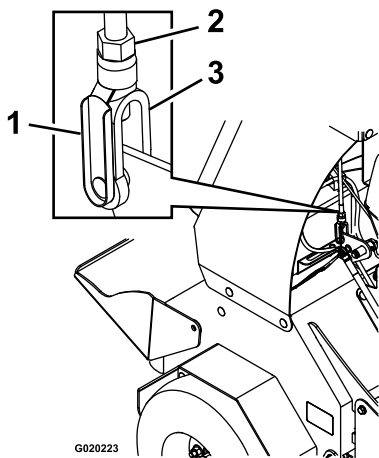

Figure 53
- B. Retirez l'axe élastique de la chape sur la timonerie de commande de déplacement (Figure 53).
- Si le levier de commande **touche la barre de référence**, tournez la chape (Figure 53) dans le sens horaire (vu du haut de la machine).
- Si le levier de commande **ne touche pas la barre de référence**, tournez la chape (Figure 53) dans le sens antihoraire.
- D. Reposez l'axe de chape élastique (Figure 53) et avancer le levier de commande.
- F. Retirez l'axe de chape élastique, tournez le tendeur dans le sens horaire d'un tour supplémentaire, puis remettez l'axe de chape en place (Figure 53).